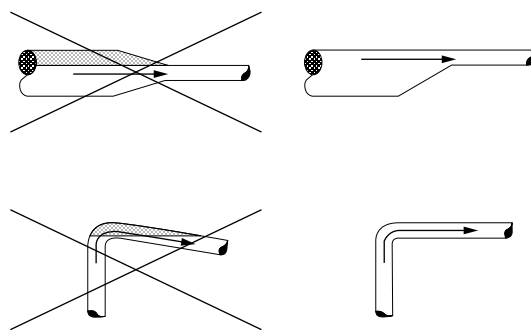

Рис.4. Конфигурация трубопроводов на всасывающей стороне
2. Насос должен быть установлен так, чтобы исключить возможность образования воздушных пробок. Допустимые положения насоса показаны на рис. 4.
4. Монтаж трубопровода должен быть выполнен таким образом, чтобы отсутствовала возможность образования воздушных пробок во всасывающем трубопроводе. (Рис. 4)